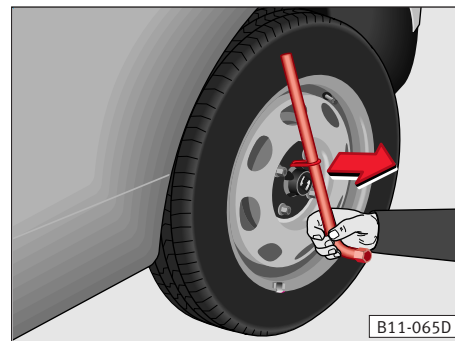

Fig. 136
– Retirar o **frontal central**¹⁾ com a chave de roda e o gancho de arame*. Colocar o gancho de arame nos dois buracos do emblema SEAT. Passar a chave de roda através do gancho e retirar o frontal ⇒ fig. 136. ■